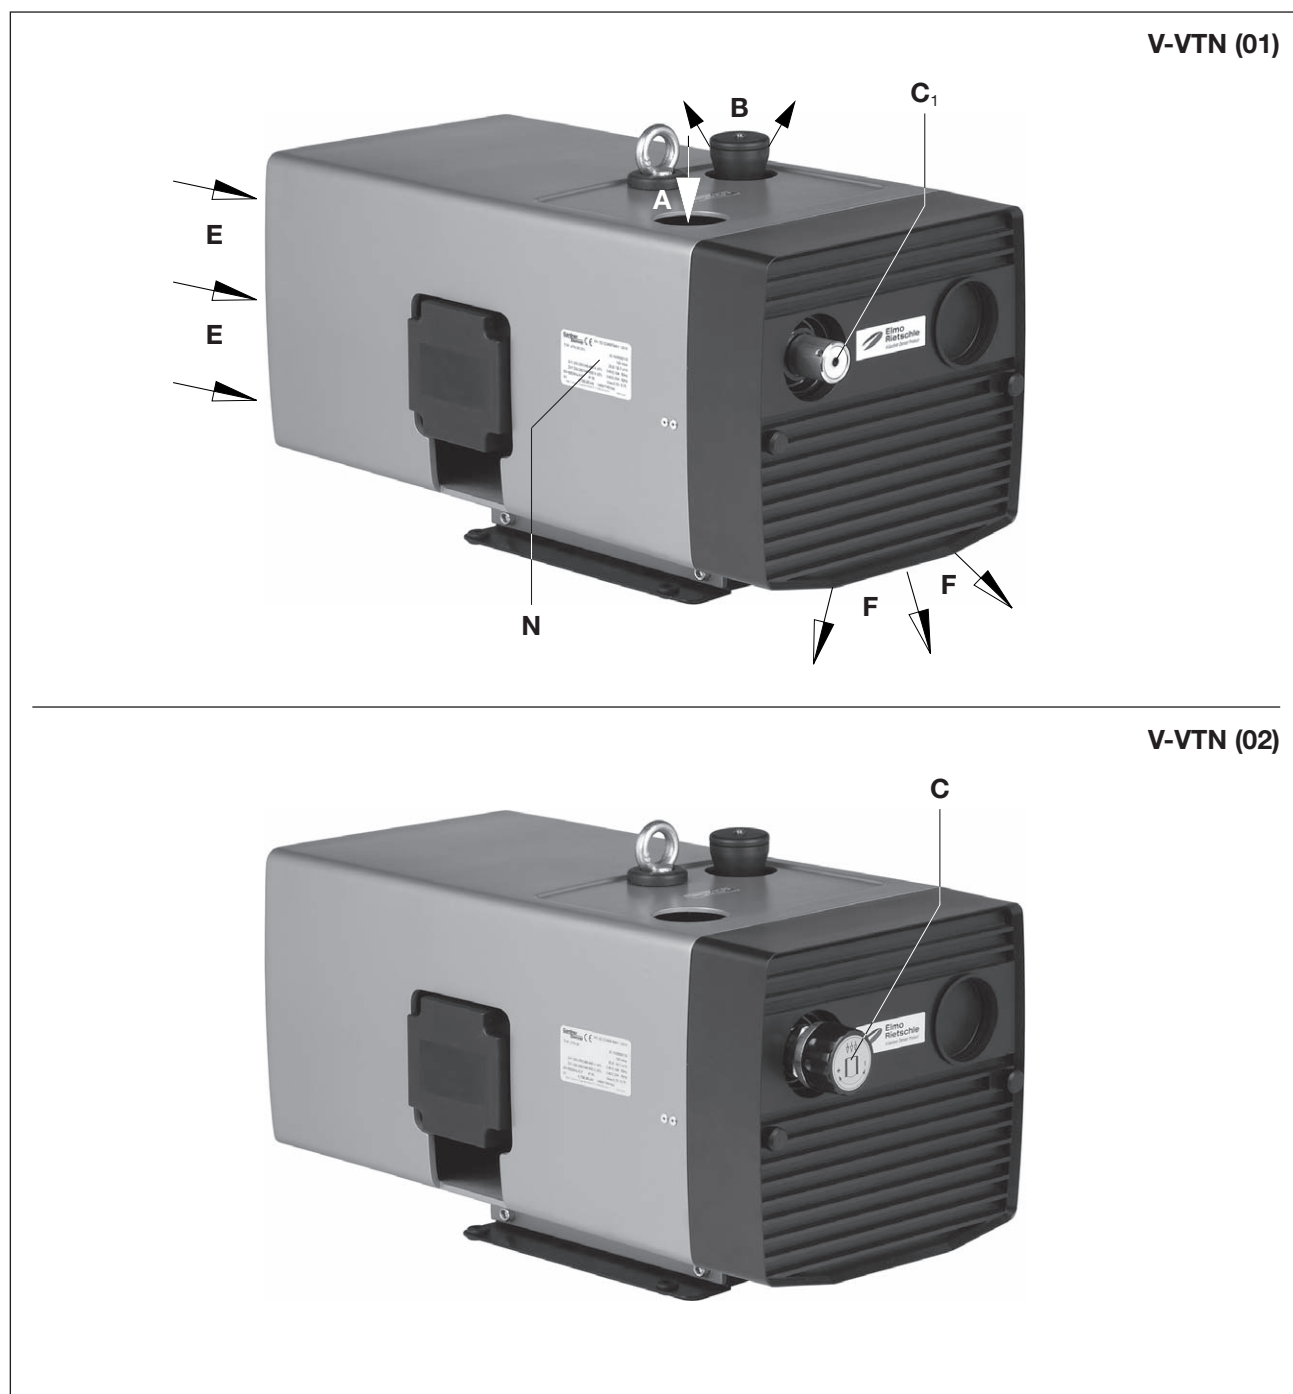
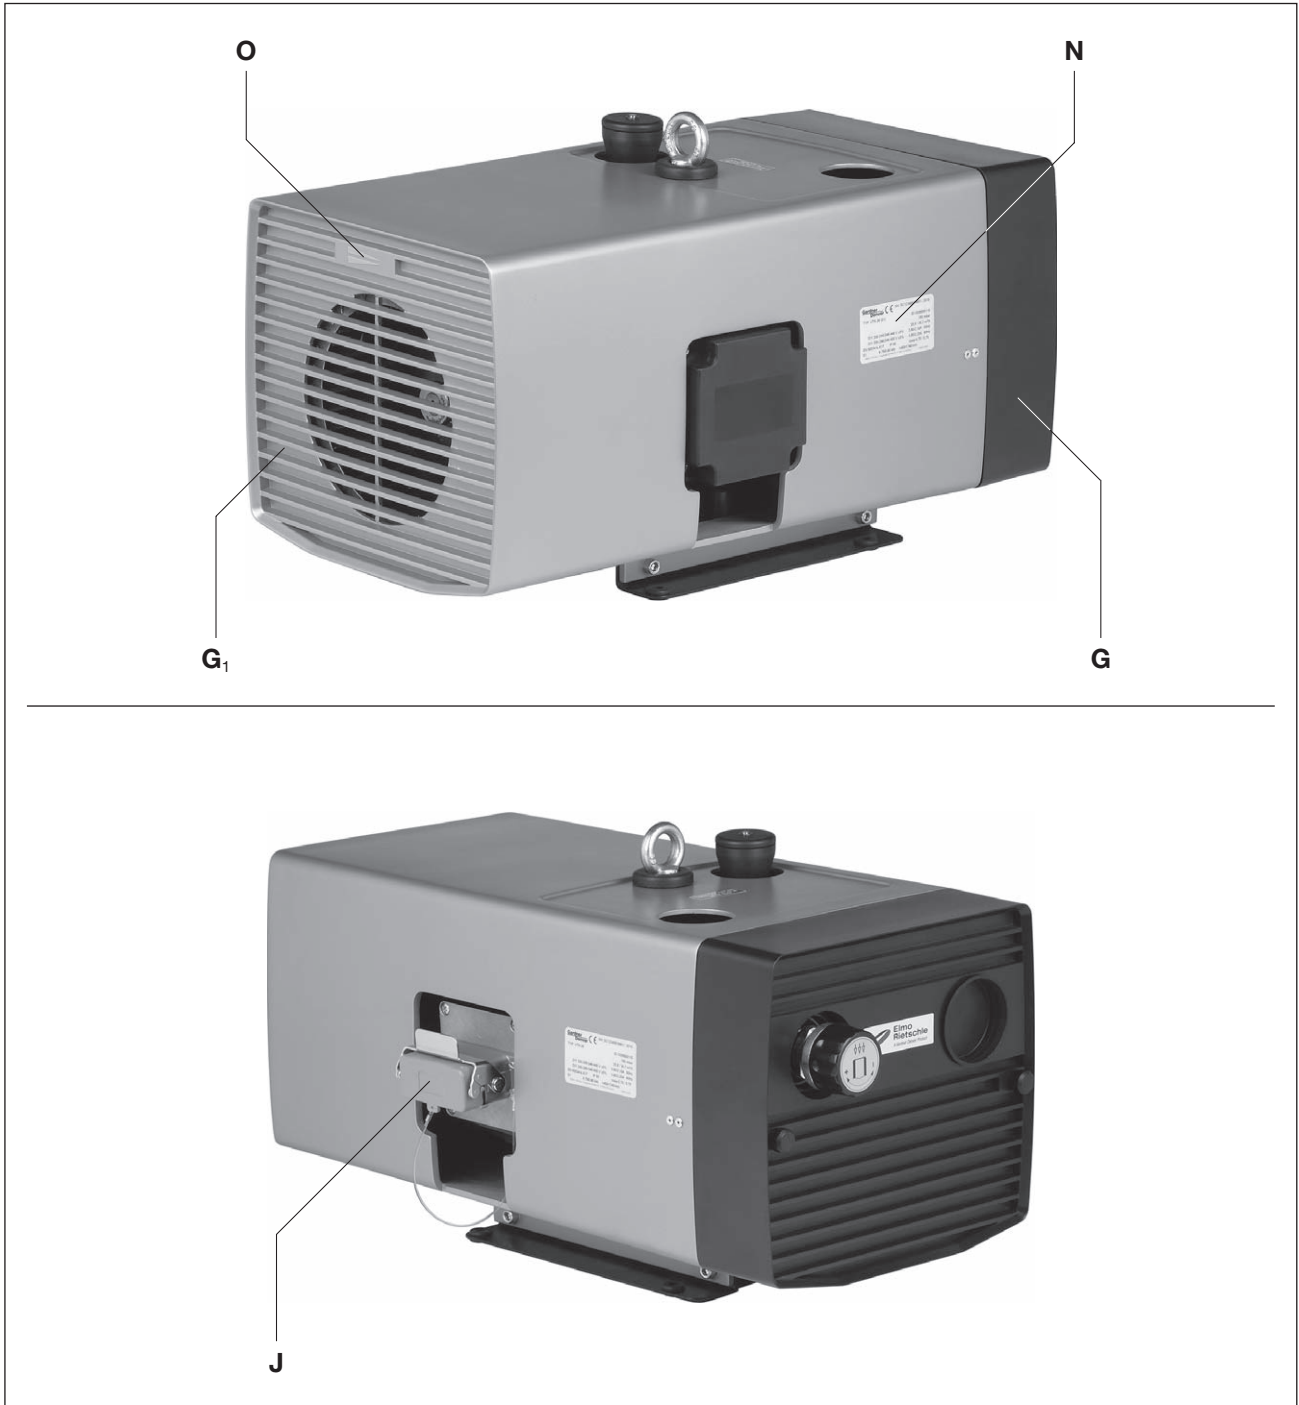

Fig. 2 Vakuumpump V-VTN (01) / V-VTN (02)
Fig. 3 Vakuumpump V-VTN
V-VTN (02) har som standard en vakuumpumpregleringsventil (fig. 2/C) som tillåter att vakuumpumpen ställs in till önskad värden, som dock begränsas uppåt.
För att demontera utblåsningsgallret (fig. 3/G) och insugningsgallret (fig. 2/G₁) måste det finnas minst 30 cm utrymme för underhållsarbeten. Dessutom måste man tänka på att kylflutingångarna (fig. 2/E) och kylflututgångarna (fig. 2/F) måste ha minst 10 cm avstånd till närmaste vägg (kylflut som går ut får inte sugas in igen).
- a) Vakuumanlutning vid (fig. 2/A).
Vakuomet ställs in genom att man vrider på regleringsknappen (fig. 2/C) i enlighet med symbolskylten på vridknappen.
- a) Uppgifter om motorns elektronik finns på märkskylten (fig. 2/N) eller på motorns märksskylt. Motorerna uppfyller kraven i DIN EN 60034 och tillhör skyddsklass IP 55 samt isoleringsklass F. Lämpligt kopplingsschema finns i motorns anslutningsbox (inte på versionen med kontakt-don). Motoruppgifterna måste jämföras med uppgifterna om det befintliga huvudnätverket (aktuell typ, spänning, nätverksfrekvens, tillåtet strömvärde).
- b) Anslut motorn via kontaktdonet (fig. 3/J) eller motorskydds-brytaren (av säkerhetsskäl måste en motorskydds-brytare användas och den anslutande kabeln måste installeras via en kabelgenomföring för att minska belastningen). Vi rekommenderar att motorskydds-brytare med fördröjd avstängning används, beroende på möjlig överström. Tillfällig överström kan förekomma när maskinen kallstartas.
- ▷ Drivaxelns planerade rotationsriktning markeras av rotationsriktningspilen (fig. 2/O).